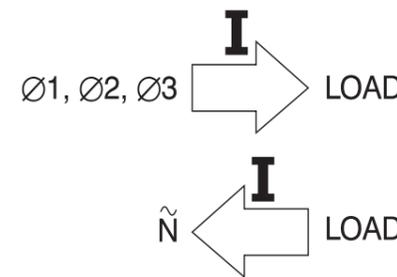

Figura 9. Orientamento del Morsetto
4. Posizionare il Morsetto in modo perpendicolare centrandolo intorno al conduttore. Assicurarsi che la freccia presente sulle pinze del morsetto si trovi nella giusta direzione per una corretta visualizzazione di fase sull'oscilloscopio (vedere Figura 9). Utilizzare le marcature del morsetto per centrare il conduttore.